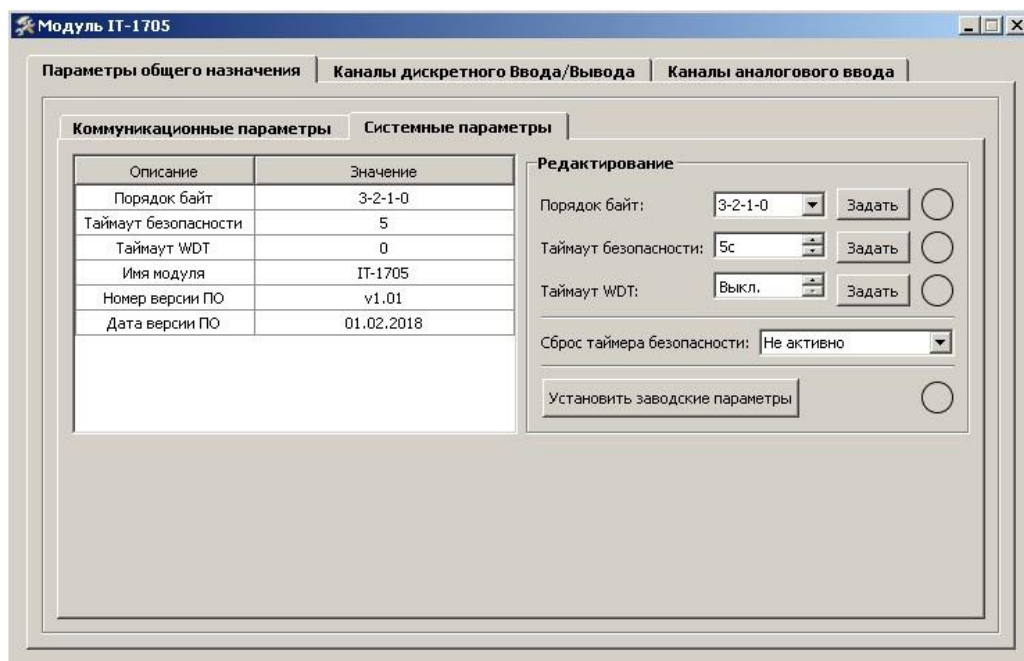

Рис.23
- Системные параметры (Рис.23)